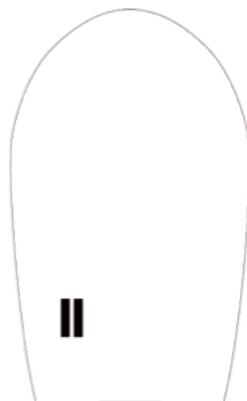

FIGURA 8
1. Escuchará un pitido, y el indicador de apagado automático empezará a parpadear (Figura 8) para indicar que el aparato está en el modo de apagado automático.